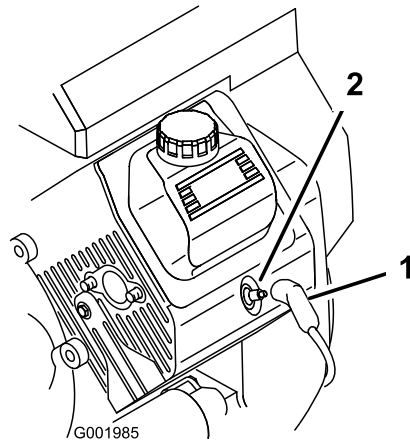

Figura 51
3. Staccate il cappello dalle candele (Figura 51).
3. Collegate i cappellotti alle candele (Figura 51).